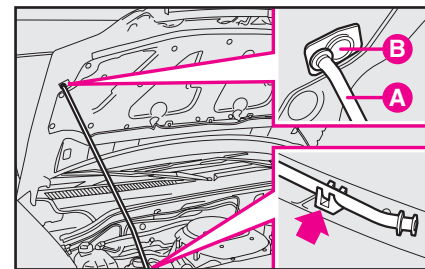

fig. 135
4) Sollevare il cofano e contemporaneamente liberare l'asta di sostegno **A**-fig. 135 dal proprio dispositivo di bloccaggio, quindi inserire l'estremità dell'asta nella sede **B** del cofano motore.
1) Tenere sollevato il cofano con una mano e con l'altra togliere l'asta **A**-fig. 135 dalla sede **B** e rimetterla nel proprio dispositivo di bloccaggio.